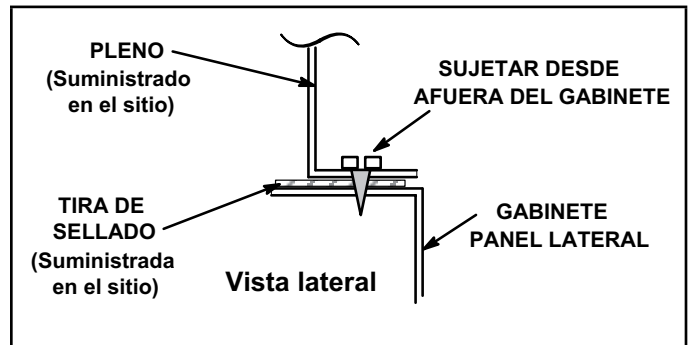
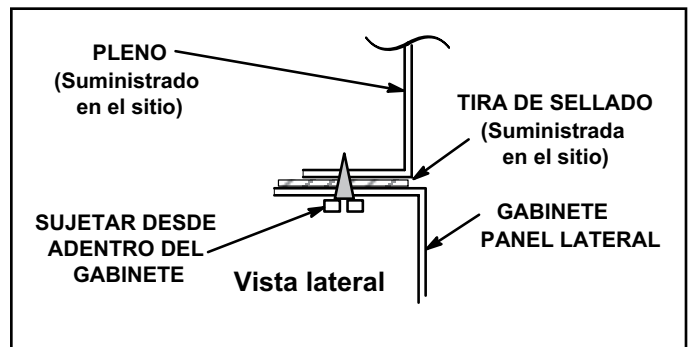

FIGURA 17
FIGURA 18
- El borde inferior del pleno debe bridarse con un borde dobladillo (ver la FIGURA 17 y FIGURA 18).